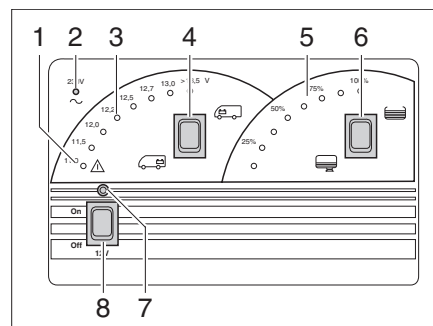

Bild 71 Panel LT 410
Die Leuchtdioden der Anzeige V (Bild 71,3) zeigen die Batteriespannung an.
- Wippschalter (Bild 71,4) oben drücken : Die Batteriespannung der Starterbatterie wird angezeigt.
- Wippschalter (Bild 71,4) unten drücken : Die Batteriespannung der Wohnraumbatterie wird angezeigt.
Je zwei Leuchtdioden der Anzeige Tank (Bild 71,5) zeigen den Füllstand an.
- Wippschalter (Bild 71,6) oben drücken : Die Wassermenge wird angezeigt.
- Wippschalter (Bild 71,6) unten drücken : Die Abwassermenge wird angezeigt.
Die rote Warnleuchte ALARM (Bild 71,1) blinkt, sobald die Spannung der Wohnraumbatterie 11 V (Messung im laufenden Betrieb) unterschreitet und damit Tiefentladung droht.
Der 12-V-Hauptschalter (Bild 71,8) schaltet das Panel und die 12-V-Versorgung des Wohnraums ein und aus.
- Wippschalter (Bild 71,8) oben drücken "On": Die 12-V-Versorgung des Wohnraums ist eingeschaltet. Die Kontroll-Leuchte (Bild 71,7) leuchtet grün.
- Wippschalter (Bild 71,8) unten drücken "Off": Die 12-V-Versorgung des Wohnraums ist ausgeschaltet. Die Kontroll-Leuchte (Bild 71,7) erlischt.
Die 12-V-Kontroll-Leuchte (Bild 71,7) leuchtet, wenn der 12-V-Hauptschalter (Bild 71,8) eingeschaltet ist.
Die gelbe 230-V-Kontroll-Leuchte (Bild 71,2) leuchtet, wenn am Eingang des Elektroblocs Netzspannung vorhanden ist.